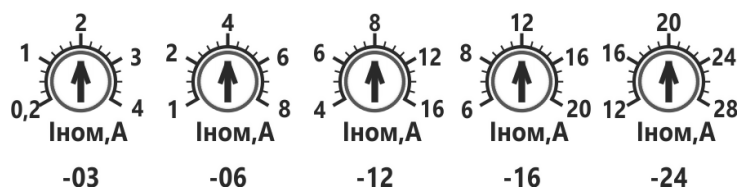

Рисунок 5 Диапазоны настройки **Iном** для моделей 3А, 6А, 12А, 16А, 24А
1.7.2 Номинальный ток электродвигателя **«Iном, А»** используется для функции электронной тепловой защиты электродвигателя (см. таблицу 8, код защиты АЗ), а также в качестве базового для настройки **«Iоткл, %»**, **«Iпуск, %»**, **«Iтрм, %»**. Диапазоны настройки потенциометров для исполнений по току БСТ2-...-03, -06, -12, -16, -24 приведены на рис.5.